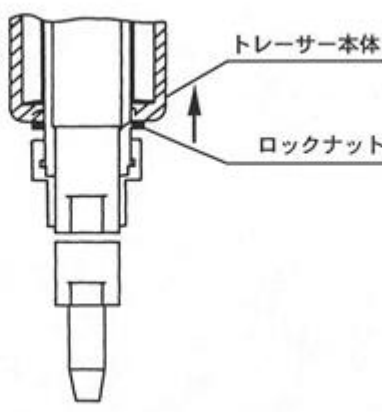

図2
2. 緩めたロックナットをトレーサー本体側に締め付け、ロックナットをスパナで固定し、マグネットローラーを緩めて取り外します。(図2)